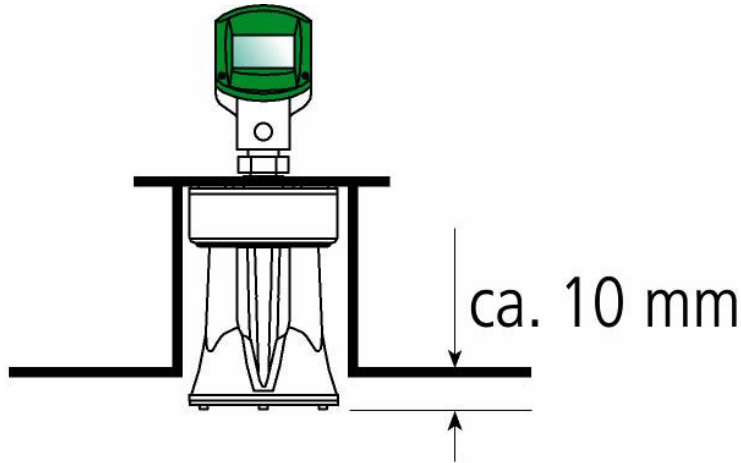

Figura 9, ubicación de las antenas
- ⦿ Asegúrese de que la parte inferior del analizador (antenas) sobresalga al menos 10 mm (0,4 pulg.) de la base, como se muestra en la *Figura 9, ubicación de las antenas*